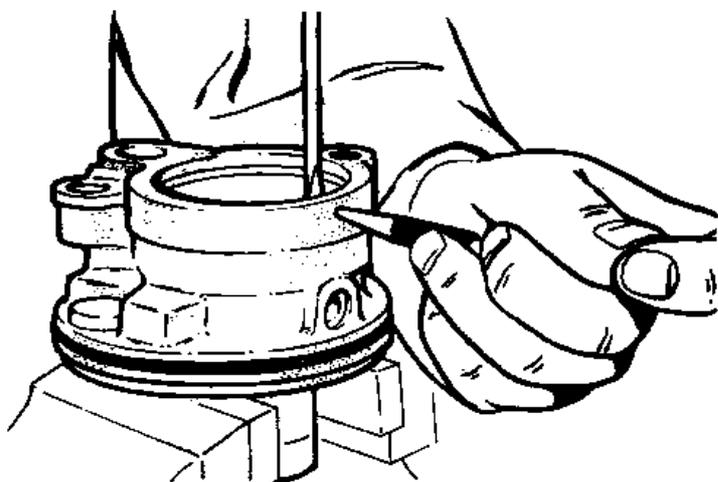
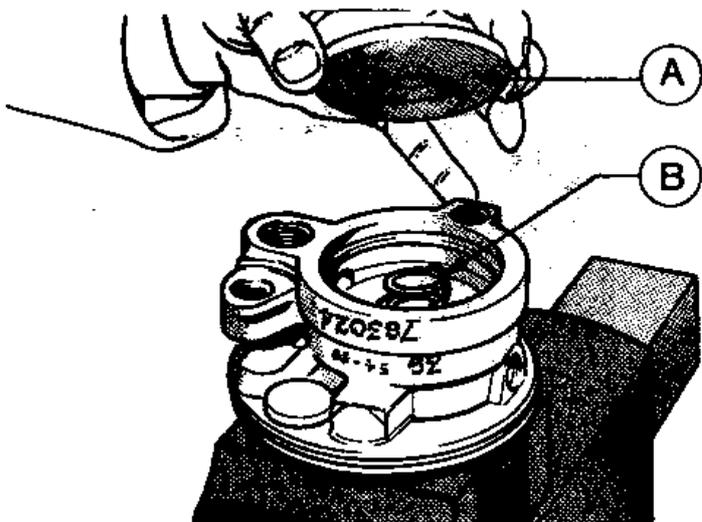

Рис.11.58. Снятие стопорного кольца концевого диска (Разд.41)
Рис.11.59. Снятие концевого диска и пружины (Разд.41)
10. Введите тонкий кернер в отверстие корпуса, находящееся напротив расходного клапана. Сожмите кернером стопорное кольцо и снимите его отверткой (Рис.11.58). Концевой диск насоса подпружинен, и его следует вытолкнуть из корпуса. Если он заедает, снимите нажимной диск, чтобы освободить его, а затем снимите диск и пружину (Рис.11.59).
23. Установите на место стопорное кольцо концевой диска разрезом в противоположную сторону от отверстия корпуса, предназначенного для снятия кольца (см. Рис. 11.58).